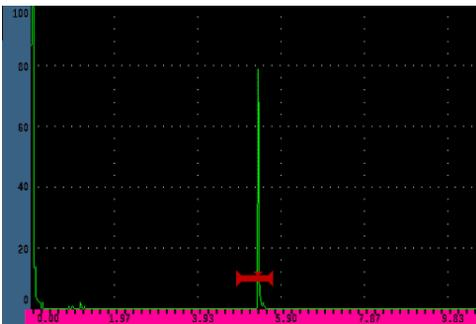

Рис. 6-3 Выбор режима отображения сетки по оси X
2. Нажмите NEXT, чтобы перейти к параметру **X-Axis Grid Mode** [Сетка по оси X] (см. Рис. 6-3 на стр 126).